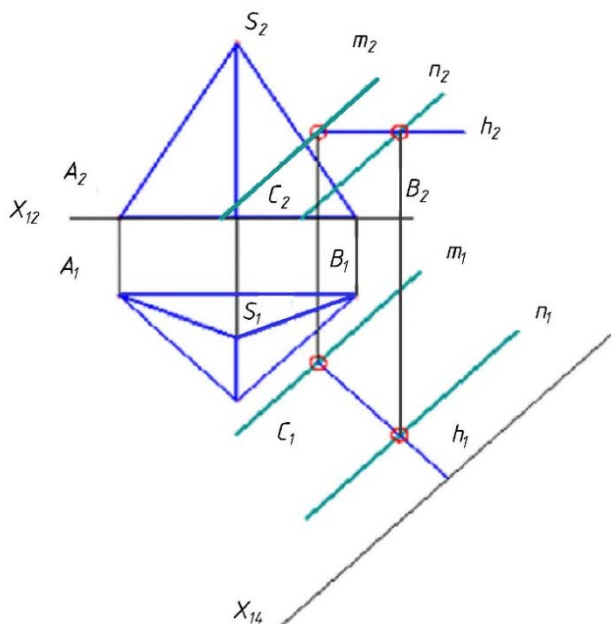

Рисунок 8 – Крок 2 алгоритму виконання РГР № 2
2. Ввести додаткову площину проєкцій  $\Pi_4$  (рис. 8), перпендикулярну до лінії рівня ( $X_{14}$  перпендикулярна до напрямної  $h_1$ ).